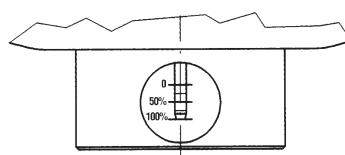

Fig. 24/A
5.5 INBETRIEBNAHME DES REGLERS REFLUX 819 MIT INTEGRIERTEM MONITOR PM/819 UND SCHLIES-SBESCHEUNIGER (ABB. 24)